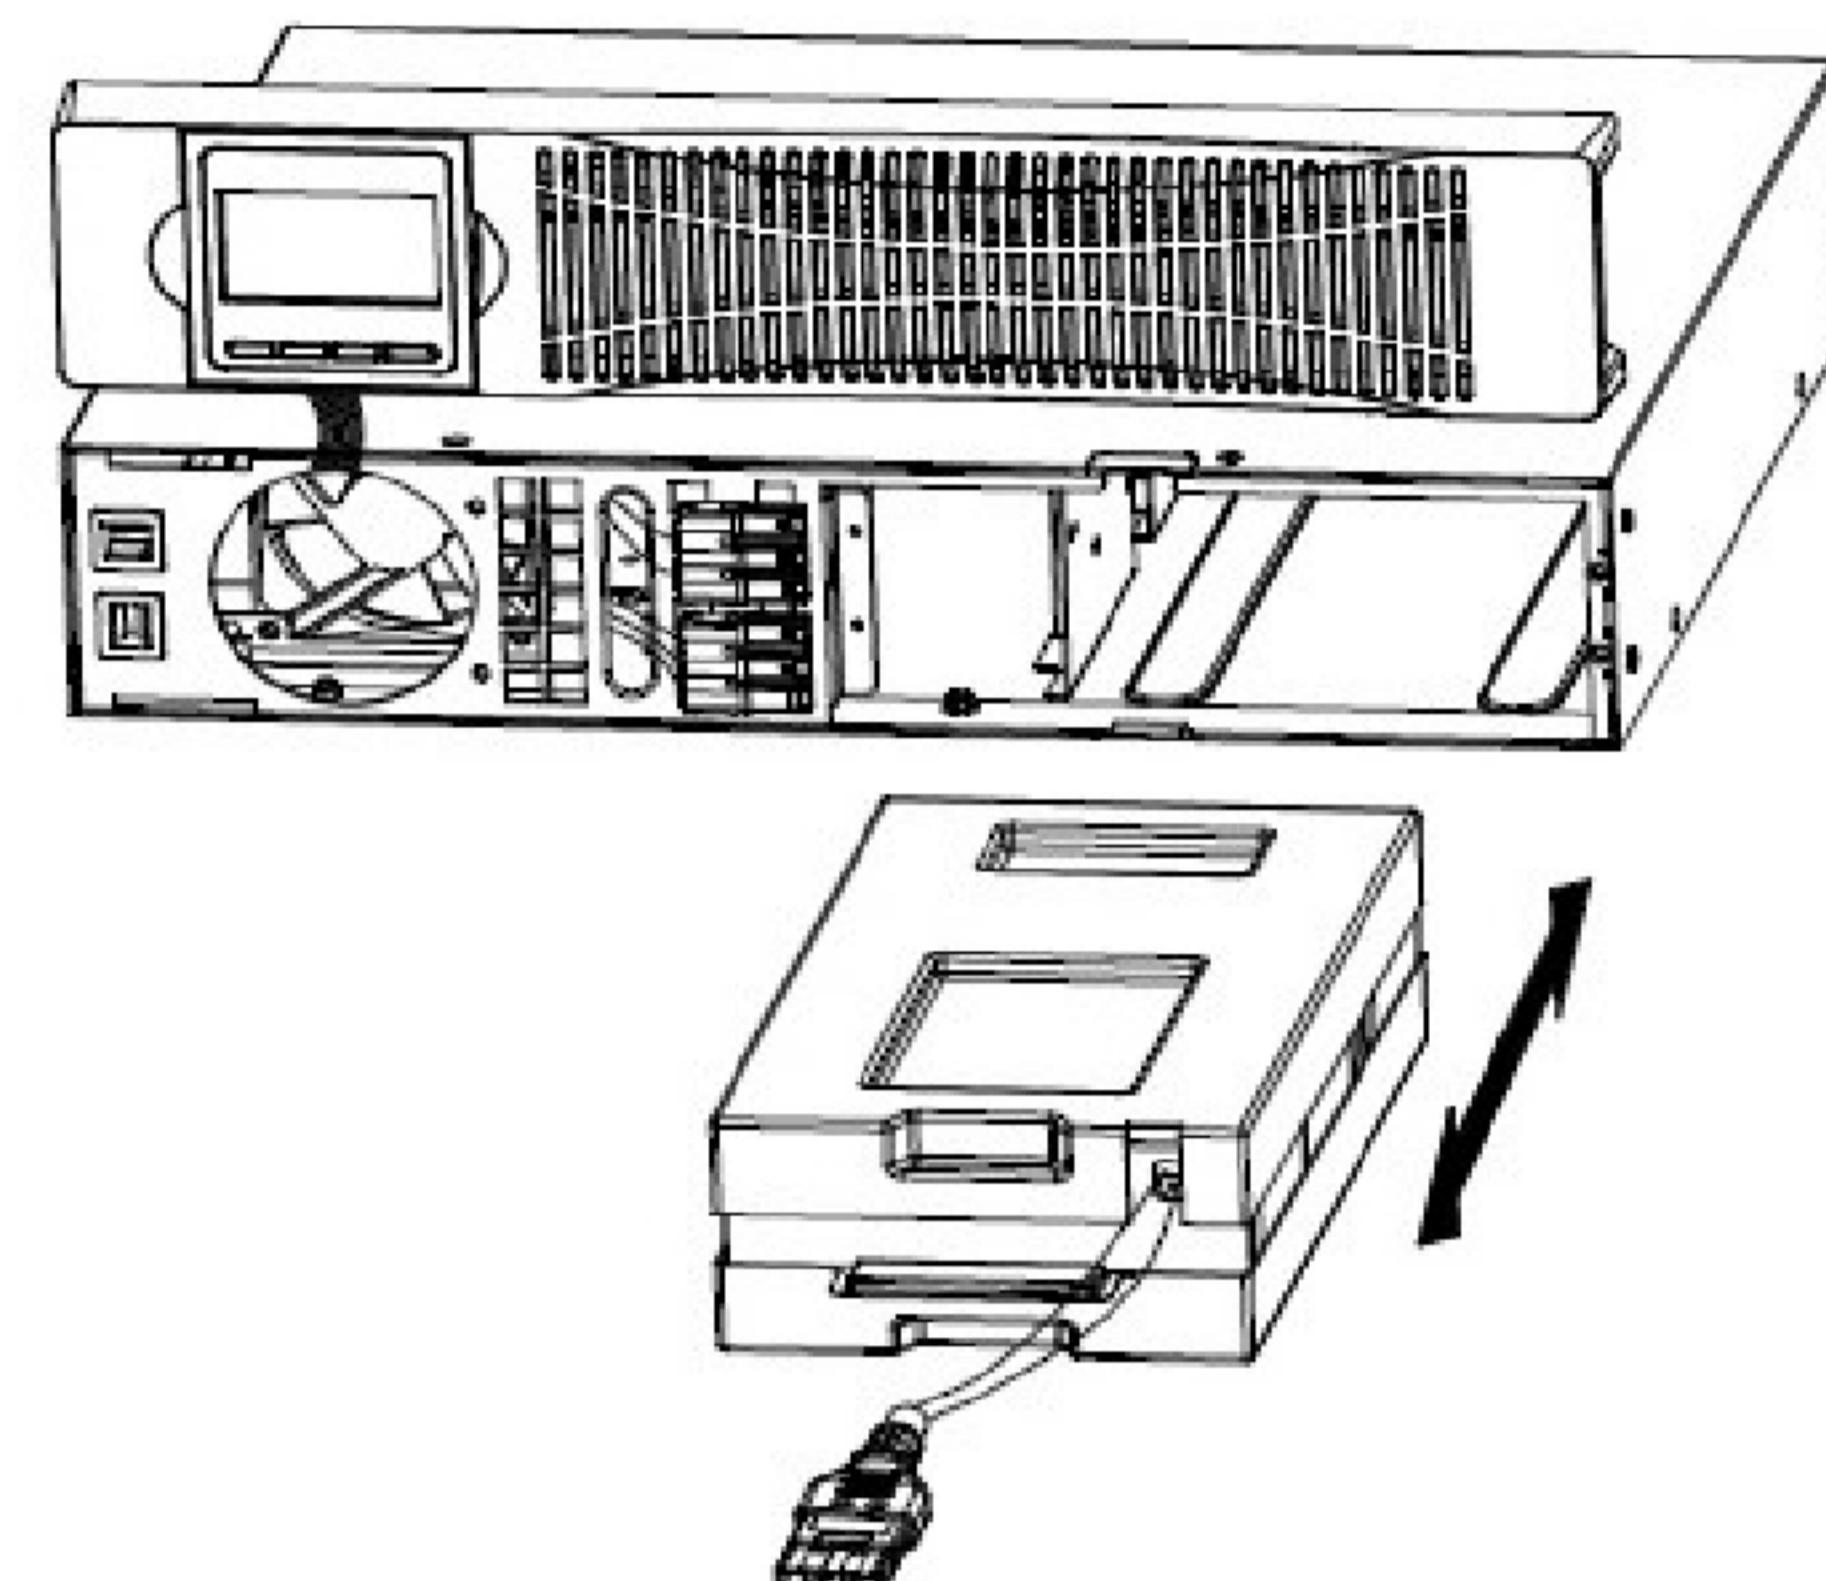

Рис.21 — Замена аккумуляторных батарей в ИБП
- 2) Отсоедините кабели, соединяющие отсек аккумуляторных батарей ИБП (один комплект батарей) или дополнительного блока батарей (два комплекта батарей). Открутите винты на перегородке отсека аккумуляторных батарей (см. Рис.21), затем извлеките левую или правую перегородки;